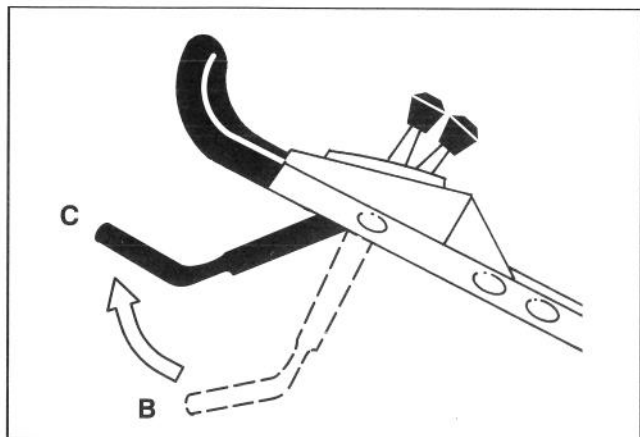

Figure 16
8. Amenez la barre de commande en position intermédiaire (environ 12,5 cm - 5 po.) au dessous de la barre transversale du mancheron) (figure 16, position C).
9. Relâchez la barre de commande (Fig. 16, position B).